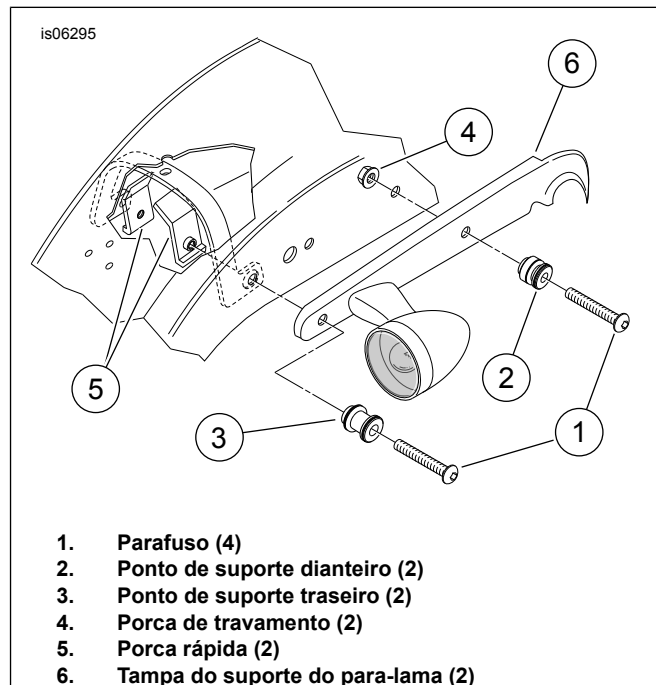

Figura 1. Suporte do para-lama traseiro
1. Veja Figura 1. Remova o parafuso (1) e a contraporca (4) dianteiros da tampa do suporte do pára-lama traseiro (6). Descarte o parafuso. Descarte a porca de travamento original.
2. Remova o parafuso traseiro (1) e a porca rápida (5) da tampa do suporte traseiro do pára-lama anotando a orientação da porca rápida na parte interna dos suportes do pára-lama. Descarte o parafuso, mas mantenha a porca rápida.
3. Remova e reposicione os piscas traseiros nas tampas do suporte traseiro do pára-lama (6) de acordo com as instruções fornecidas no Manual de serviço e no kit de reposicionamento.